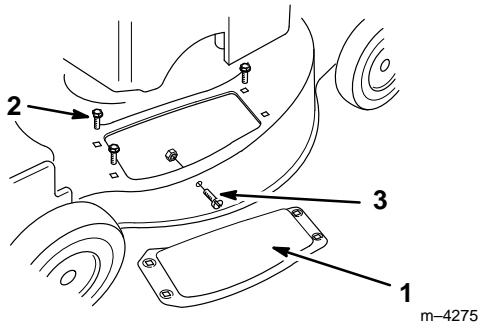

Figure 36
- Retirer les trois boulons de fixation de la plaque d'éjection au carter de tondeuse (Fig. 36). Conserver soigneusement la plaque et les boulons pour un remontage ultérieur éventuel.
- Boulon (3)
- Retirer la vis et l'écrou se trouvant sur le côté du carter de tondeuse (Fig. 36). Les conserver pour les utiliser tout à l'heure.